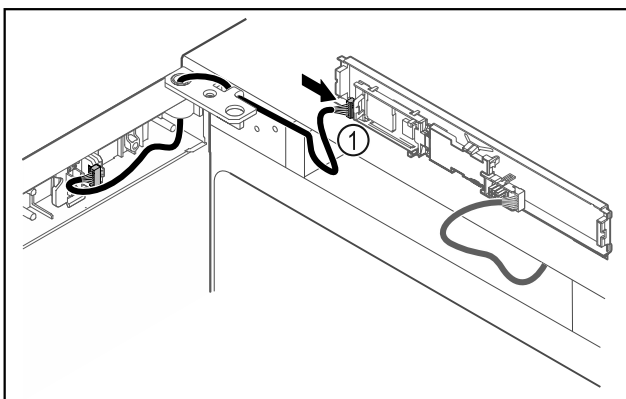

Fig. 41
- ▶ Включете щекера Fig. 41 (1) на платката.